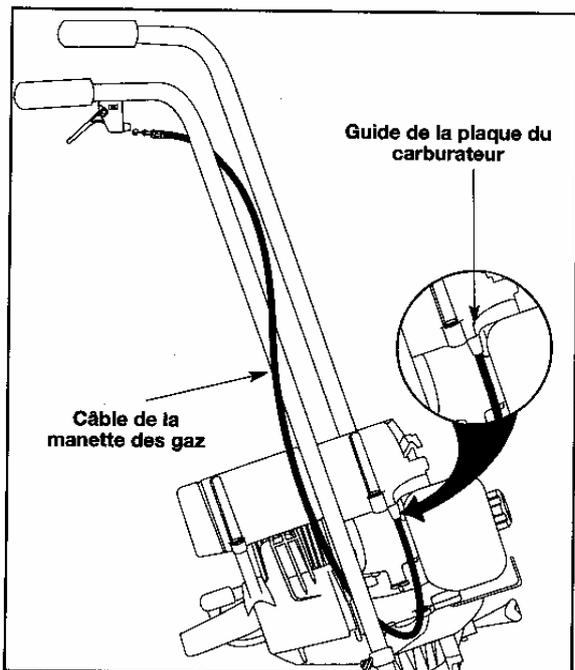

Fig. 8
1. Enroulez le câble de la manette des gaz une fois autour du guidon (Fig. 8).
NOTE : Assurez-vous que le câble de la manette passe par le guide de la plaque du carburateur sur le moteur. Si ce n'est pas le cas, la manette des gaz ne fonctionnera pas correctement (Fig. 8).